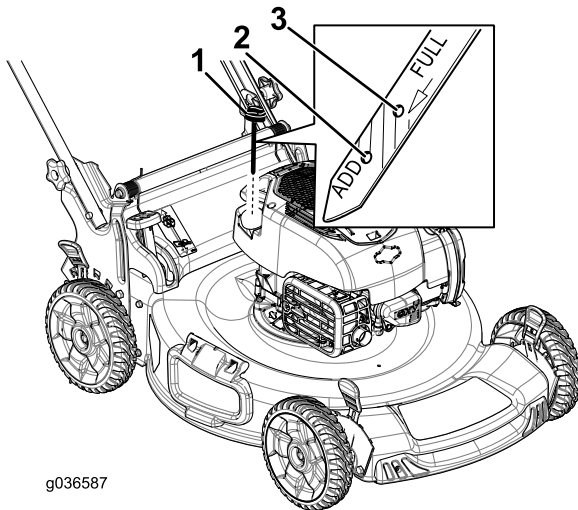

Figure 8
1. Retirez la jauge (Figure 8).
2. Versez de l'huile lentement dans le goulot de remplissage pour faire monter le niveau jusqu'au repère du plein (Full) sur la jauge (Figure 8). **Ne remplissez pas excessivement.**